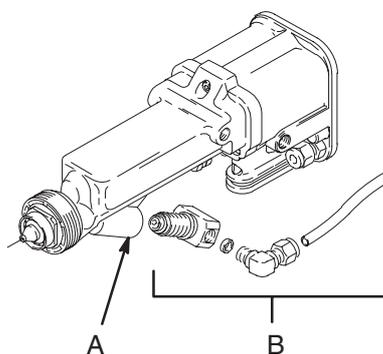
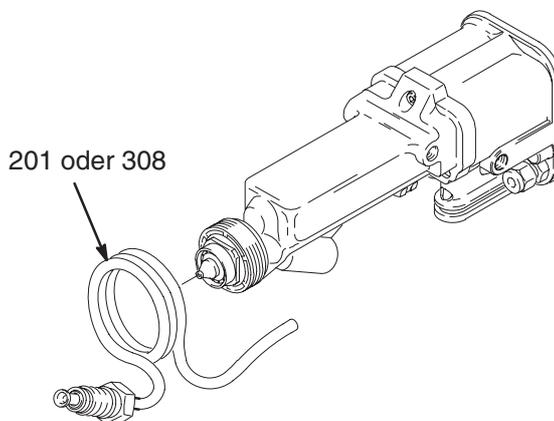

Abb. 31
Abb. 32
- Materialrohr, Fittinge, O-Ringe und Distanzstück (B) von der PRO 5500SC Pistole abnehmen. Siehe Abb. 31.
- Zylindereinlaß (A) mit verträglichem Lösungsmittel reinigen. Zylindereinlaß auf Beschädigungen überprüfen und nötigenfalls auswechseln.
- Spirale an der Vorderseite des Pistolenzylinders auf den Rohrsatz (201 oder 308-wenn der Zirkuliersatz installiert wird) schieben, bis sie hinter dem Zylindereinlaß (A) ist. Siehe Abb. 32 und 33.